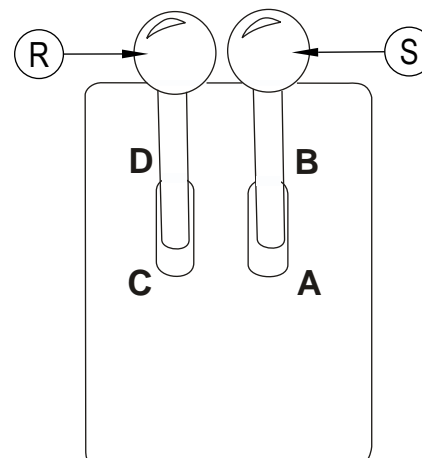

FIGURE 9
La commande d'alimentation et de levage de brosse latérale droite (H) est située du côté droit du tableau de bord. Pour soulever et arrêter la brosse latérale, saisissez le levier et enfoncez-le jusqu'au cran de verrouillage, indiqué par la flèche «HAUT». Pour abaisser la brosse latérale, poussez le levier vers le haut et à gauche, loin du cran de verrouillage. Laissez le levier s'abaisser –jusqu'à ce qu'il repose à côté de la flèche «BAS». La brosse commence automatiquement à tourner tandis que le levier se rabaisse. Pour allumer les brosses latérales, déplacez le levier de brosse latérale/levage de la trémie vers l'avant en position «MARCHE» (Voir Figure 9).
LEVIER DE BROSSE LATÉRALE/LEVAGE DE LA TRÉMIE (Voir Figure 9)
LEVIER DE COMMANDE DE RECUL/DÉCHARGE DE LA TRÉMIE (Voir Figure 9)
La commande de levage de brosse latérale gauche (H) est située du côté gauche du tableau de bord. Pour soulever et arrêter la brosse latérale, saisissez le levier et enfoncez-le jusqu'au cran de verrouillage, indiqué par la flèche «HAUT». Pour abaisser la brosse latérale, poussez le levier vers le haut et à droite, loin du cran de verrouillage. Laissez le levier s'abaisser jusqu'à ce qu'il repose à côté de la marque «BAS». Pour allumer les brosses latérales, déplacez le levier de brosse latérale/levage de la trémie (R) FIGURE 9 vers l'avant en position «MARCHÉ».